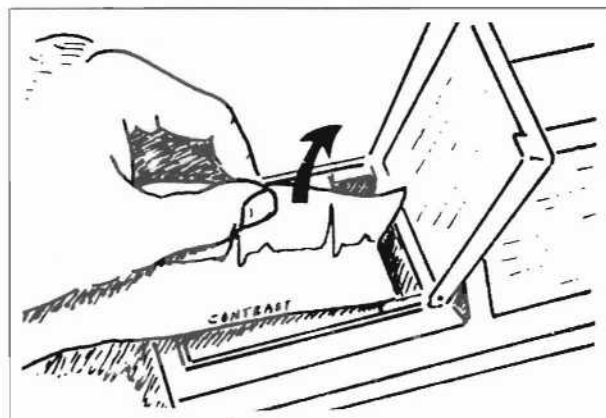

Bild 3
- Zum Abtrennen der Registrierung das Papier schräg über die Abreißkante ziehen (Bild 3).